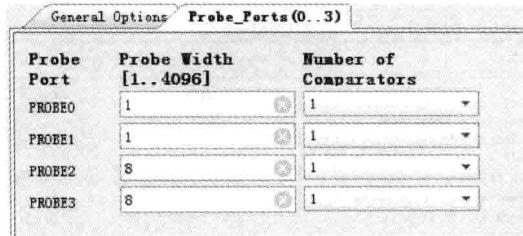
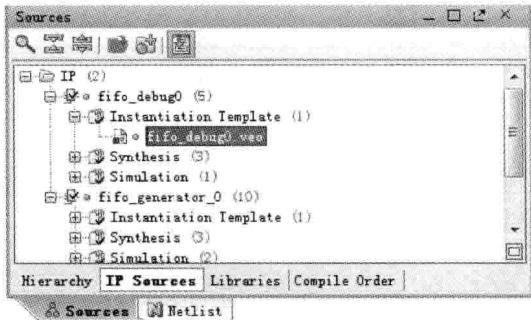

图 3.23 ILA IP 核 Probe\_Ports(0..3) 选项界面
图 3.24 找到 fifo\_debug0 模板入口
- ① Number of Probes: 4;
- ② 不选中 Trigger Out Port 和 Trigger In Port 前面的复选框；
- ③ 其余按默认参数设置。
(7) 如图 3.23 所示,选择 Probe\_Ports(0..3)标签,按下面设置参数:
- ① PROBE0: 1(Probe Width);
- ② PROBE1: 1(Probe Width);
- ③ PROBE2: 8(Probe Width);
- ④ PROBE3: 8(Probe Width)。
(8) 单击 OK 按钮。
(9) 出现 Generate Output Products 对话框界面。
(10) 单击 Generate 按钮。
(11) 如图 3.24 所示,在 Sources 窗口内,选择 IP Sources 标签。在该标签界面内,找到并双击 fifo\_debug.veo。